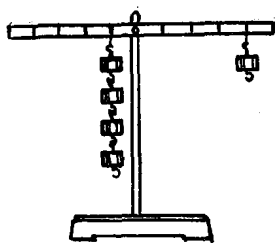
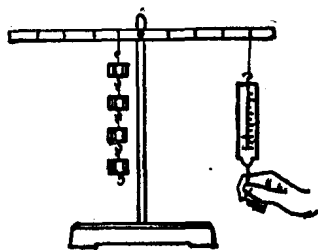

图 8
图 9
实验(2) 上述实验中的左边不变，作为阻力的4个砝码仍然挂在阻力臂为一个格的地方，而右边作为动力只用一个砝码来使杠杆平衡，怎么才能使它平衡呢？把这一个砝码移往离支点更远的地方，移到4个格处杠杆才能平衡(图8)。就在这4个格的地方，如果换用弹簧秤竖直向下拉，或是用手指竖直向下压也必然是只用一个砝码重量的力就可以使杠杆保持平衡（图9、10、11）。